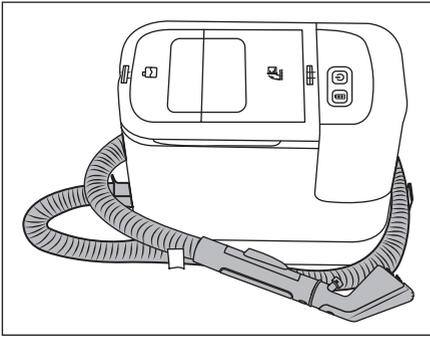

Fig. 10
- ⓘ **Nota:** (1) Se non si utilizza l'apparecchio per lungo tempo, svuotare il contenitore dell'acqua pulita 2. (2) Conservare l'apparecchio solo dopo averlo pulito. Osservare al riguardo la descrizione contenuta al capitolo **Pulizia e manutenzione**.
- ◆ Estrarre il reggitubo 15 dall'apparecchio. Avvolgere il flessibile di spruzzo/aspirazione 19 intorno all'apparecchio utilizzando i reggitubo 15/ 16 (vedere fig. 10).